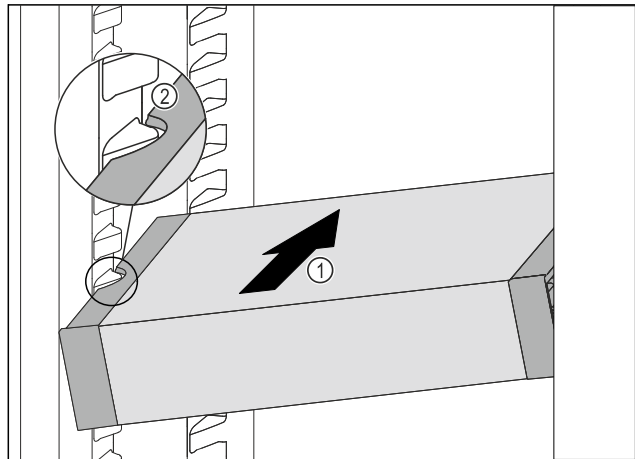

Fig. 54
- ▶ Вкарайте VarioSafe под ъгъл в хладилната част Fig. 54 (1), докато страничните прорези Fig. 54 (2) на VarioSafe се намират на височината на ребро на съда в хладилната част.